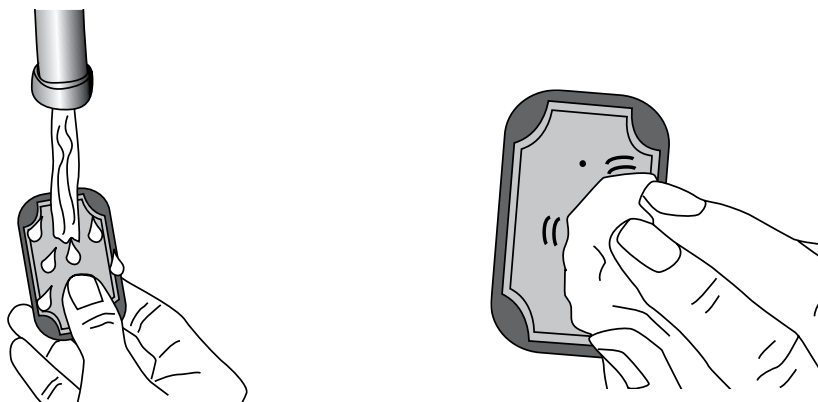

Bild 6-18: (vänster) Blöt tygelektroden (höger) Torka bort överflödigt vatten från tygelektroden
2. Fukta tygelektrodena tills de är mättade. Se bild 6-18.
3. Torka bort överflödigt vatten från tygelektrodena. Se bild 6-18.